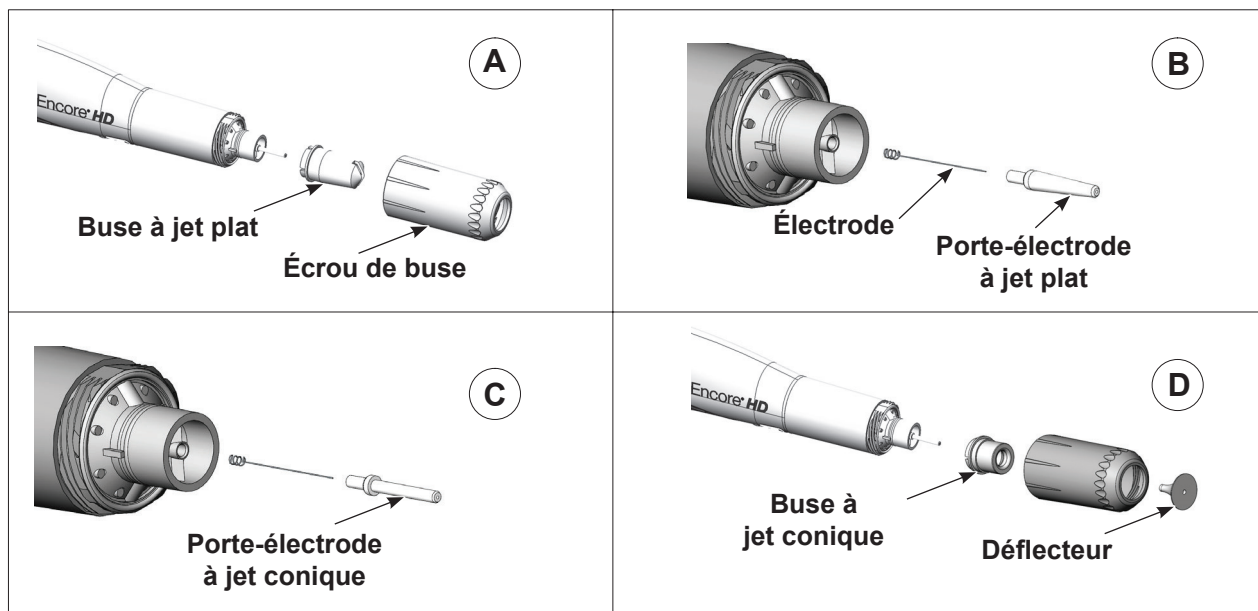

Figure 7 Conversion d'une buse à jet plat en une buse à jet conique
2. Convertir le porte-électrode et la buse. Voir la Figure 7.